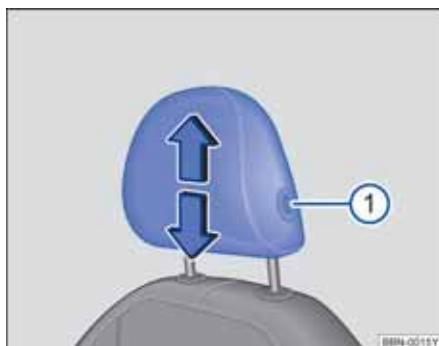

图 55 调整前排头枕
- 按住按钮⇒图 55①，同时沿箭头方向上推或下压头枕即可将头枕调整至合适高度⇒▲。